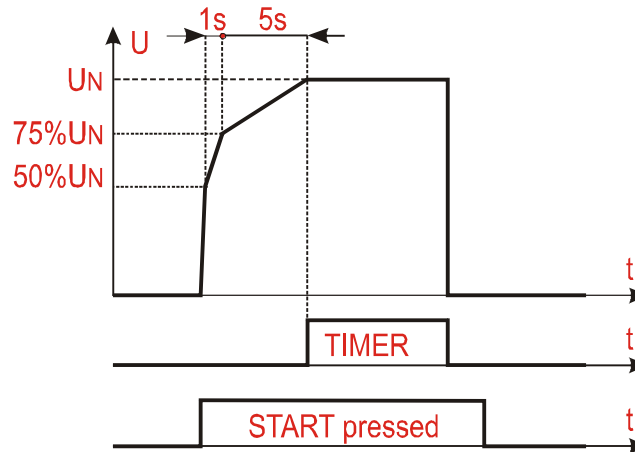

Fig. 38: Prueba DIELECT en modos Rampa 50%
- Modo de **Rampa del 50% (rampa doble)** → Cuando se presiona la tecla **START/STOP**, la tensión de prueba aumenta hasta el 50% de la tensión nominal, luego toma 1s para alcanzar el 75% del valor nominal y luego usa otros 5s para alcanzar el valor nominal. Posteriormente, se mantiene durante un tiempo definido por un temporizador programable (vea Fig. 38)